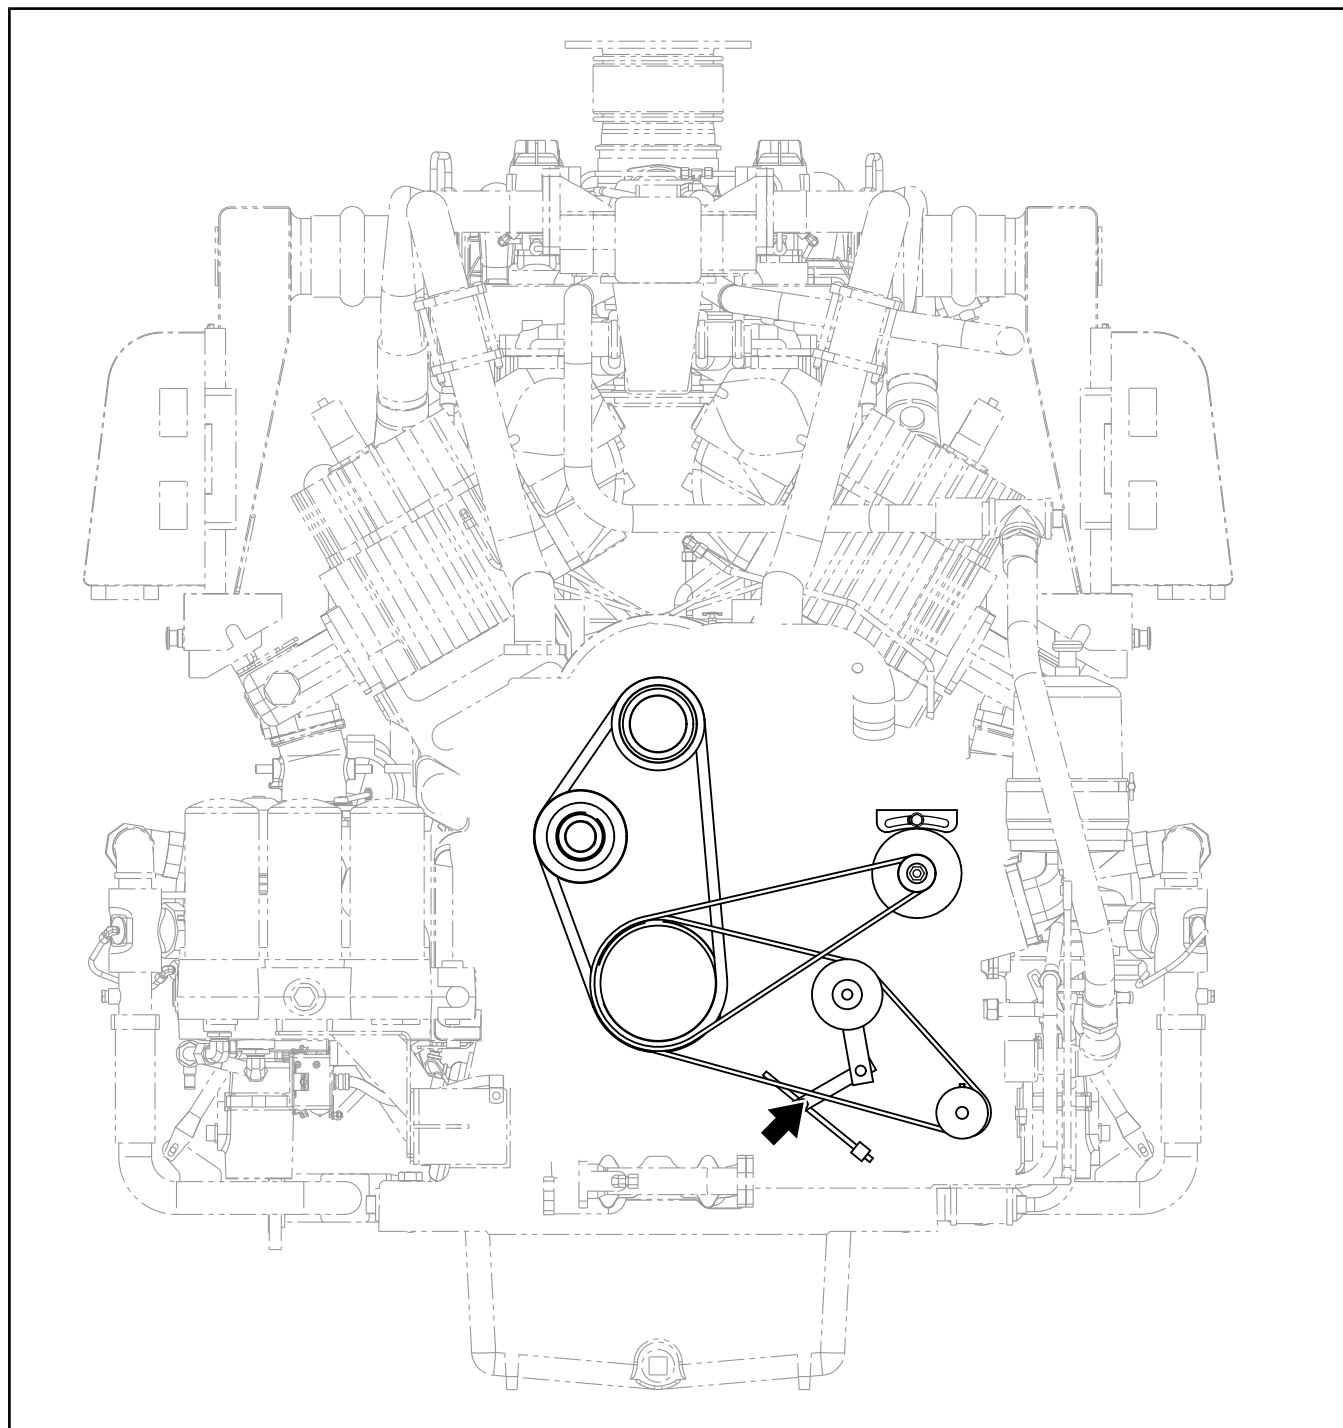

Рисунок 7.05-13: Приводной ремень вспомогательного водяного насоса
- a. Измерьте натяжение ремня в середине наиболее длинного участка ремня (см. Рисунок 7.05-13).